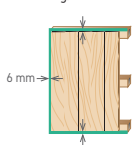

Fig. 3
- Para fijar, usar puntas de 1 1/2 como mínimo o clavos en T, aplicados en forma diagonal en la esquina del macho (Fig. 3). Alternativamente utilizar un adhesivo elastomérico para pegar madera con madera u hormigón.